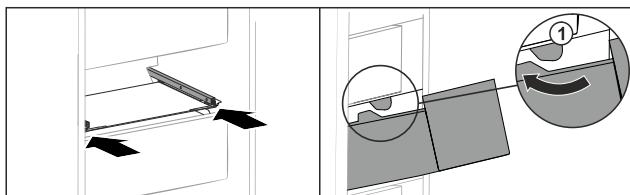

Fig. 221
- Guider le tiroir en contournant les butées Fig. 221 (1).